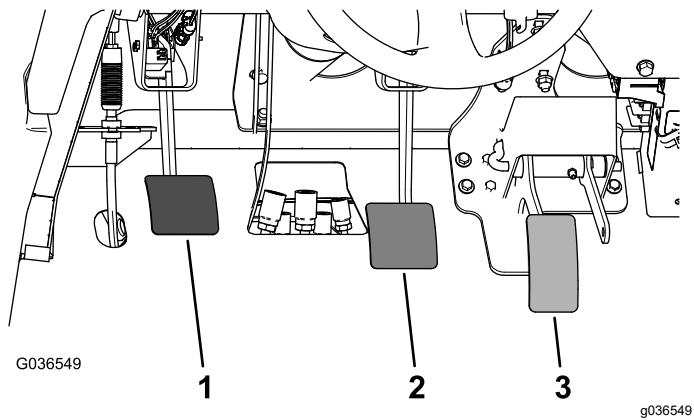

Figura 61
2. Tire hacia arriba del pedal de freno (Figura 61) hasta que entre en contacto con el bastidor.
3. Afloje las contratuerzas que fijan la horquilla al eje del cilindro maestro (Figura 61).